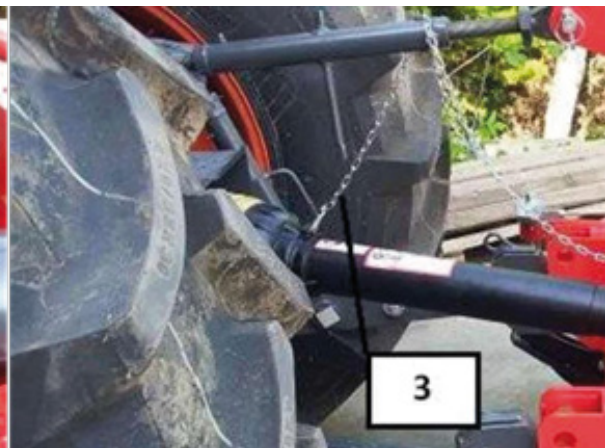

Figura 10
- La diferencia entre los dos valores es la cantidad a cortar de ambas mitades del eje. (Vea la Figura 10.A/B/C)
Coloque el tubo y el embudo de protección del eje de la toma de fuerza del tractor, y el eje de salida de la transmisión de la máquina y posícelos según normativa. Asegúrese de que la carcasa del tubo protector incorpore las juntas y esté asegurada con cadenas contra la rotación. (3) (Vea la Figura 10)